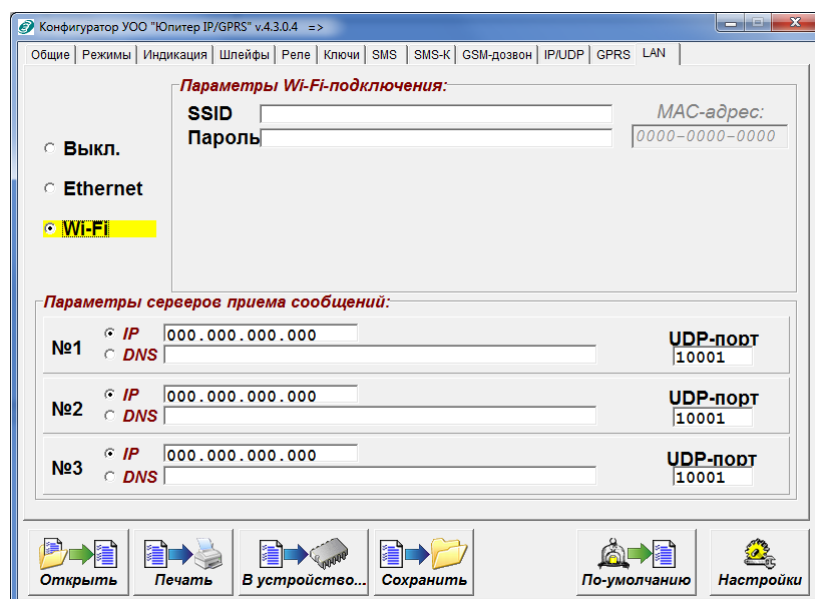

Рисунок 16. Окно программы Конфигуратора, вкладка «LAN» с установленным переключателем «Wi-Fi»
- 3 Заверните в стену два шурупа по установочным размерам (рисунок 16).